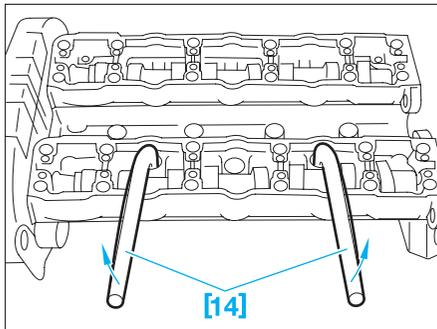

FIG. 27
- Basculer et décoller la culasse à l'aide des leviers [14] (ref. 149-T) (Fig.27).